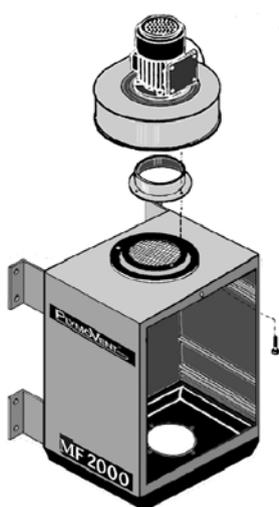

Рисунок 8.4
- 8.4. При установке вентилятора на фильтр, отсоедините фланец вентилятора. Установите на фильтр резиновую прокладку, фланец вентилятора и соедините вместе фильтр, фланец, и вентилятор болтами изнутри корпуса фильтра. (см. рис. 8.4.)